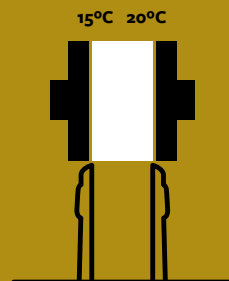

Figure 5
- L'embouteillage du vin doit se faire à une température ambiante entre 15 et 20 °Celsius (59 à 68F) pour obtenir un volume du vin approprié (figure 5);